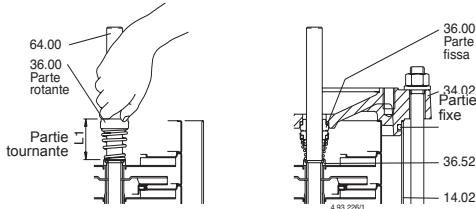

Fig. 5 Montage de l'étanchéité mécanique
Pour le démontage et le remontage observer la construction sur le dessin en coupe (chap. 14.) et les figures 5, 6.
5. Enlever les vis (61.07) et **extraire la lanterne** (32.00) avec le roulement à billes (66.00) et l'accouplement (64.22) du couvercle supérieur (34.02) et de l'arbre (64.00) (fig. 5 b).
utiliser une cale de bois en faisant levier sur tout le pourtour (fig. 5 c).
Extraire la garniture mécanique (36.00), la partie tournante sur l'arbre (64.00) en faisant attention à ne pas rayer l'arbre et la partie fixe du couvercle supérieur (32.02). Pousser la partie tournante sur l'arbre (64.00) jusqu'à la bague d'appui (36.52) sans comprimer le ressort. Contrôler la longueur avant et après le glissement et soulever la bague tournante jusqu'à la longueur initiale (L1 dans la fig. 5). De cette manière, la compression correcte du ressort au montage de la partie fixe sera assurée (L2 dans la fig. 6b).